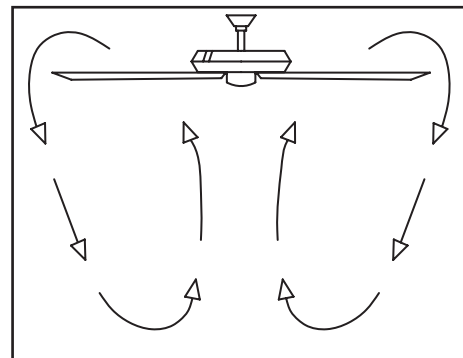

Figura 21
**Clima frío** - (Reversa) Un flujo de aire hacia arriba desplaza el aire cálido lejos del techo, como se muestra en la Figura 21. Esto permite fijar la unidad de calefacción en una configuración más baja sin afectar tu comodidad.